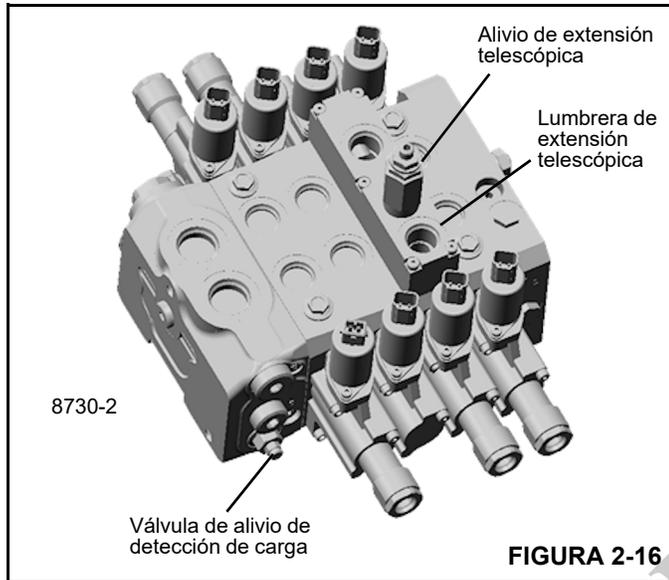

FIGURA 2-16
6. Si la presión del paso anterior no se puede alcanzar, ajuste la válvula de alivio de detección de carga en la válvula direccional principal (Figura 2-16). Gire el tornillo de ajuste hacia la derecha media vuelta y apriete, luego repita el paso hasta alcanzar la presión.
9. Ajuste el cartucho de alivio de la presión que está localizado en la válvula de alivio telescópica (Figura 2-16). Atornille hacia adentro para aumentar y hacia afuera para disminuir hasta alcanzar la presión correcta, y luego vuelva a apretar la contratuerca.